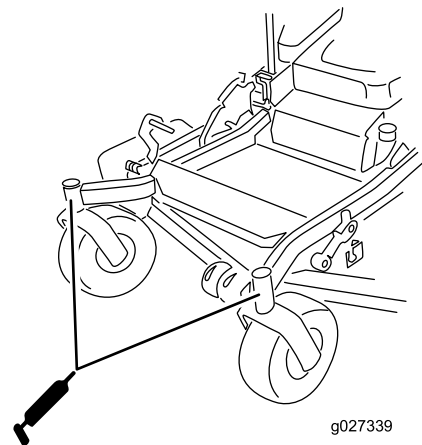

Figure 54
11. Remettez le bouchon hexagonal et le capuchon protecteur en place (Figure 54).
12. Graissez les roulements des roues pivotantes (Figure 54).